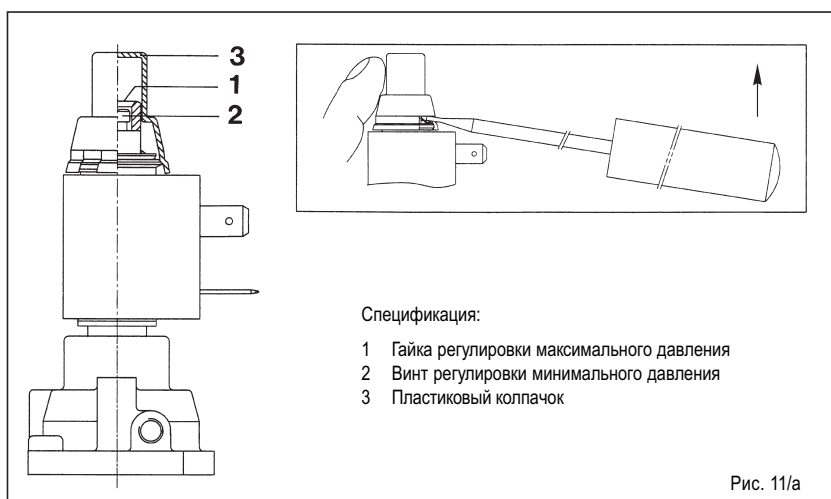

Рис. 11/а
4.3.1 Установка максимального давления (Рис. 11/а)
4.3.2 Установка минимального давления (Рис. 11/а)